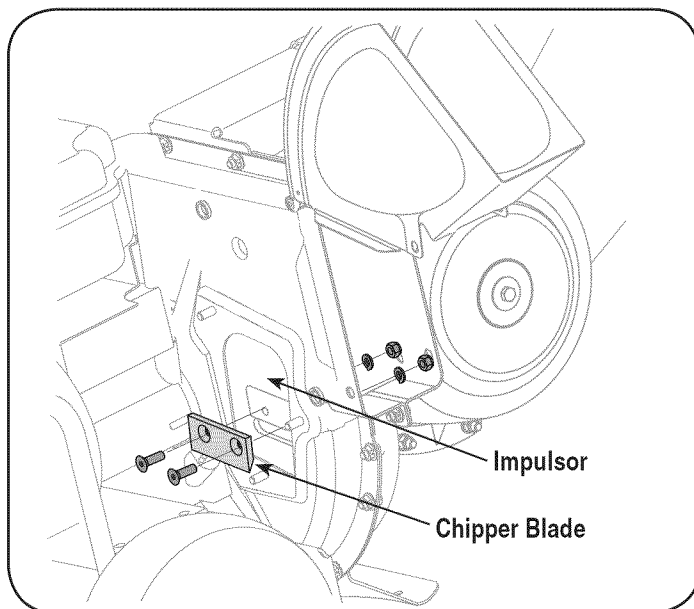

Figura 14
6. Para sacar la cuchilla saque los tornillos hexagonales internos, las arandelas de seguridad y las tuercas hexagonales que la sujetan al motor. Guarde los elementos de ferretería. Vea la Figura 14.